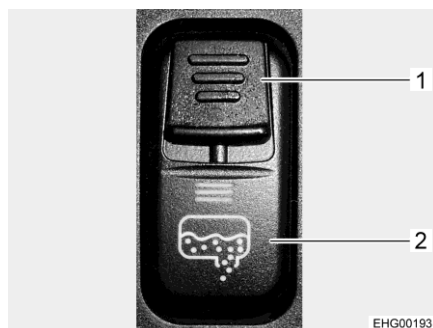

Bild 211 Vippkontakt (tömning av avloppsvatten)
- Säkerhetsspärr (Bild 211,1) på vippkontakten nedåt och tryck samtidigt nedtill på vippkontakten (Bild 211,2). Avloppsventilen öppnas då och avloppstanken töms. Lysdioden lyser så länge som avloppsventilen är öppen.